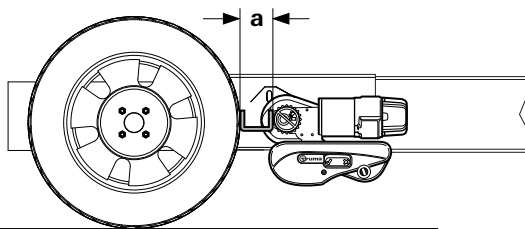

Fig. 37
- ▶ Spostando le unità di trasmissione in senso longitudinale, regolare la distanza corretta (Fig. 37-a) tra pneumatico e rullo di trasmissione utilizzando il distanziale fornito. Il tubo di raccordo traslabile consente l'adeguamento alla larghezza del telaio. Durante questa operazione, il peso del caravan deve poggiare sulle ruote.